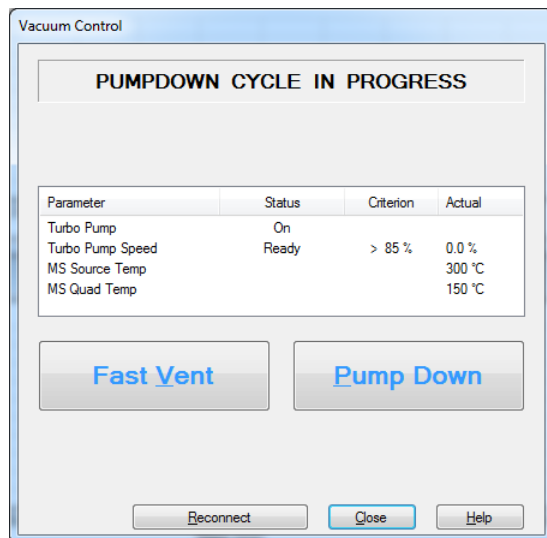

Figure 45 Boîte de dialogue Vacuum Control (Contrôle du vide)
- 2 Dans la vue **Instrument Control** (Pilotage de l'instrument), **Instrument menu** (menu Instrument), sélectionner **MS Vacuum Control** (Contrôle du vide du MS) pour afficher la boîte de dialogue **Vacuum Control** (Contrôle du vide). (Voir **Figure 45** page 150.)